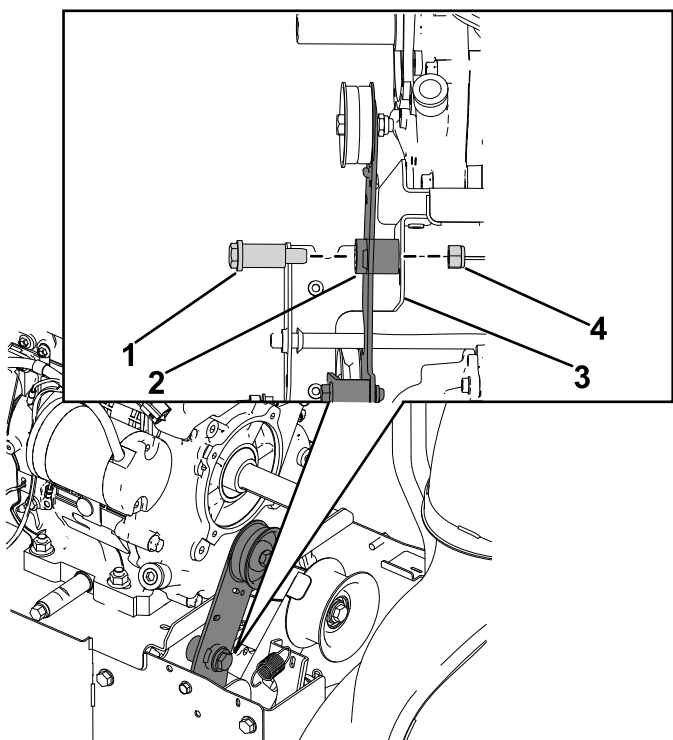

Figura 19
5. Instale el conjunto del brazo del embrague de tracción en el soporte del embrague de freno y fíjelo con el perno de cuello largo (7/16" x 1¼") y la contratuerca (7/16") nuevos (Figura 19).